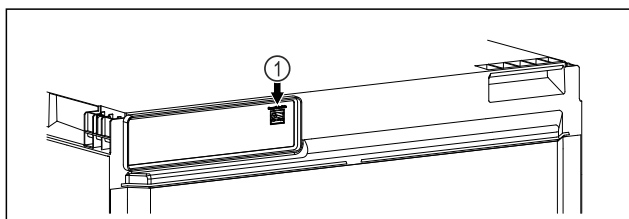

Fig. 28
- SmartModule Fig. 28 (1) установлен.